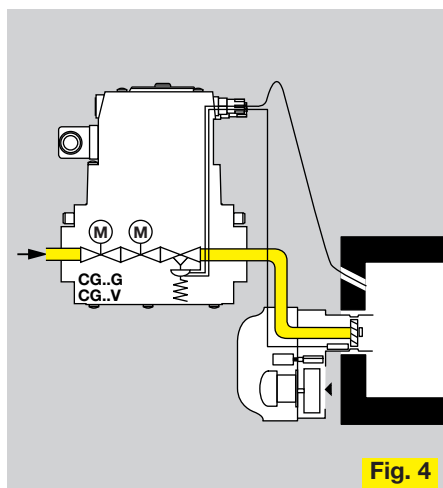

Fig. 4
- Fig.4 Напорные котлы с плавным или многоступенчатым регулированием.